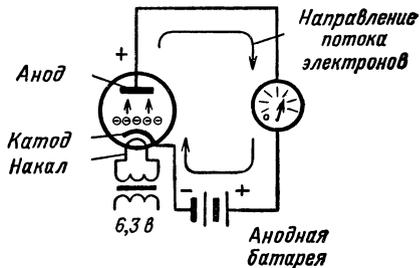

Рис. VI.60. Когда анод положителен, электроны двигаются от катода к аноду.
**Анодный ток.** Если аноду электронной лампы сообщить положительный заряд, соединив его с положительным полюсом батареи (рис. VI.60), электроны, эмиттируемые катодом, начнут двигаться к аноду. Так как электроны заряжены отрицательно, а анод имеет положительный заряд, через электронную лампу пойдет ток.